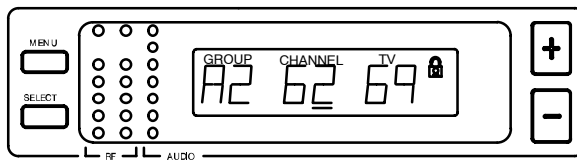

FIGURA 33
5. Un símbolo de “candado” aparece en la esquina superior derecha de la pantalla cuando la misma despliega una indicación de estado, como se muestra en la Figura 33. El símbolo de candado indica que el receptor está en modo de bloqueo de pantalla.